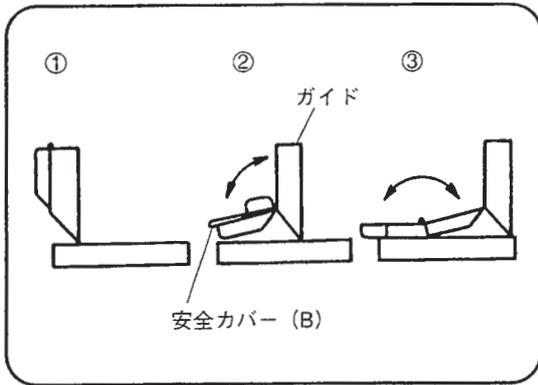

図 12
手押ガイドの前後に付いている安全カバーおよび安全カバー（B）（図 1-10，図 2-10，図 12 参照）は、身体がかな刃に触れるのを防ぐものです。必ずかな刃を覆うよう滑らかに動くことを確認してください。
- 注** ● ガイドを移動するとガイドの裏側にかんな刃が露出しますので、安全カバー（B）を図 12 のように動かして露出したかんな刃を覆ってください。